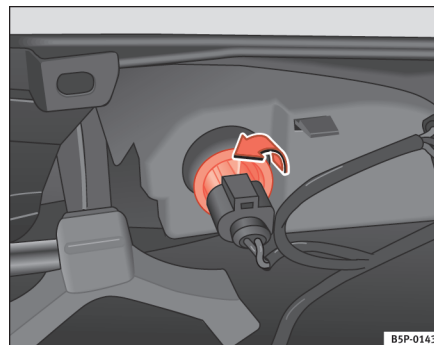

Fig. 196 Lygten set fra indersiden af stødfangeren
- Drej fatningen til venstre, og tag den af i pilens retning ⇒ fig. 196.